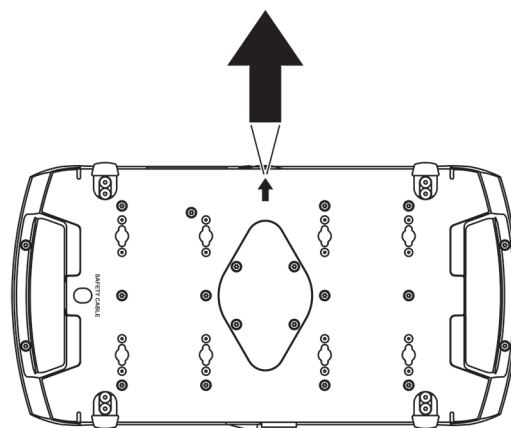

Bild 5: Markierung der Vorderseite
4. Sperren Sie den Bereich unterhalb des Arbeitsbereichs ab (siehe Bild 5). Befestigen Sie das Gerät von einer stabilen Plattform aus so, dass der Pfeil **FRONT** an der Basis zur zu beleuchtenden Fläche hin zeigt. Ziehen Sie die Klemmen fest.